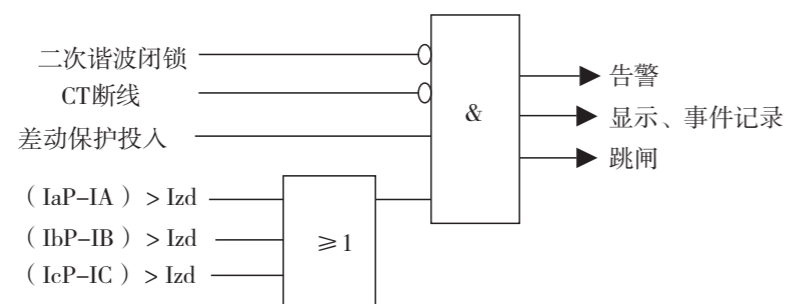

图16-3 差动保护逻辑框图
YZ100-CD(B)背板端子图及开孔图(附图16-3);
附图16-3: YZ100-CD (B) 背板端子图及开孔图